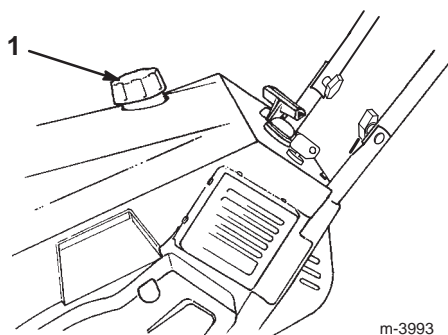

Figure 4
- Nettoyez la surface autour du bouchon du réservoir de carburant (Fig. 4). Ne laissez pas de neige ou d'eau pénétrer dans le réservoir.